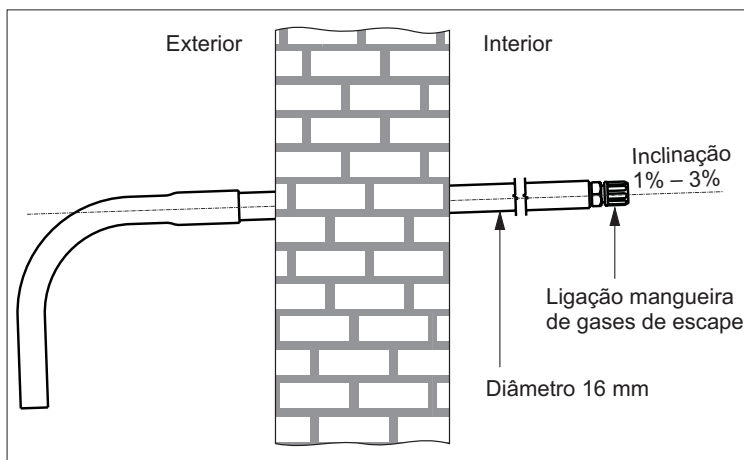

Fig. 5: Passagem para parede – montagem num muro exterior (esquema)
- Se a mangueira de gases de escape for conduzida ao ar livre por um muro exterior, esta deve ter um diâmetro maior na zona do muro e ser conduzida pelo muro com inclinação (fig. 5).
12. Respeite as indicações em Cap. 4.1.2, em especial fig. 5, caso a mangueira de gases de escape seja conduzida para o exterior por um muro exterior.